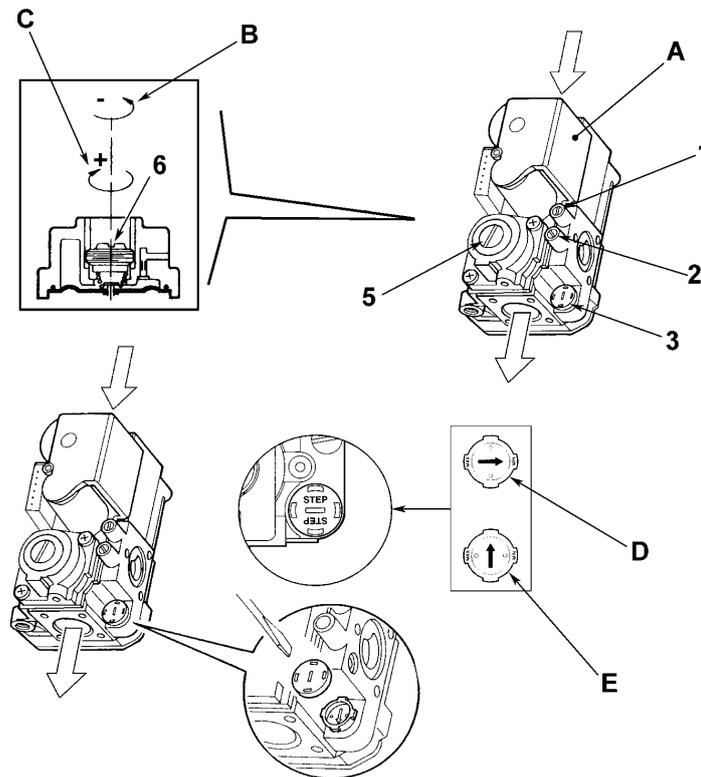

рис. 19 - Переналадка котла на другой вид газа
Настройка газового клапана (рис.19)
2. Снимите с газового клапана заглушку 3 (рис. 19). С помощью отвертки установите «СТУПЕНЬ» розжига в соответствии с выбранным для работы газом (G20 или G30/31); установите заглушку на место.
- Стравите воздух из газопроводных труб через штуцер отбора давления 1 газового клапана (рис. 19).